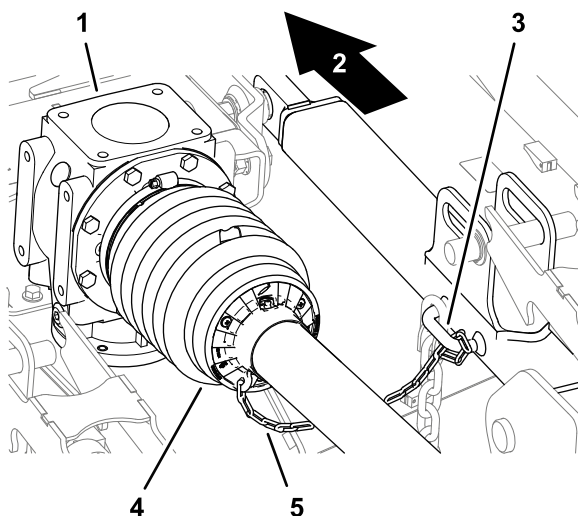

Figura 21
6. Controllate che la catena di fissaggio sia collegata alla protezione dell'albero della PDF posteriore, alle protezioni dell'albero di trasmissione e al telaio del tosaerba (Figura 18 e Figura 21).